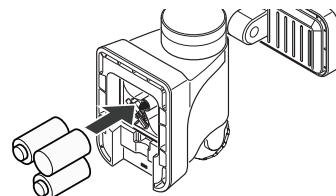

Figura 6
- Instale tres pilas "C" de 1,5V (no incluidas) en el compartimiento de pilas (vea la Figura 6). Asegúrese que la polaridad de las pilas sea correcta. Vuelva a colocar la tapa del compartimento de pilas.